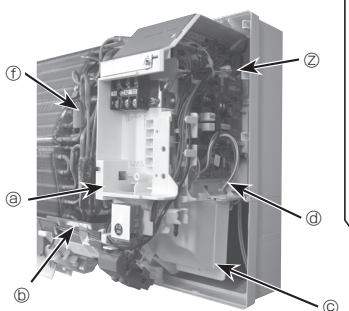

Fig. 6-5
8. Retire la guía del cable. (Fig. 6-5)
10. Quite el termistor de la tubería de líquido (TH2). (Fig. 6-5)
11. Desprenda parcialmente la cinta del motor de paletas y afloje el cable. (Fig. 6-5)
12. Afloje el cable del motor del ventilador. (Fig. 6-5)